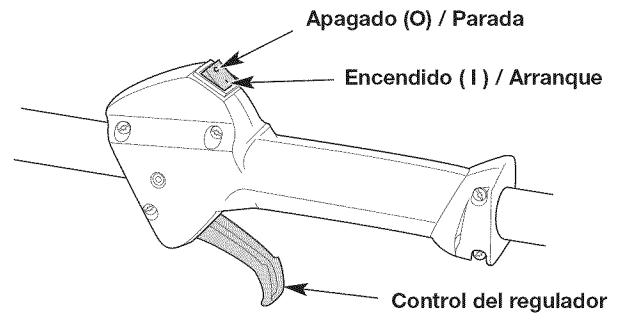

Fig. 9
NOTA: No hay necesidad de encender la unidad. El interruptor de Encendido/Apagado debe estar en la posición ENCENDIDO (I) en todo momento (Fig. 9).
5. **NO** apriete el control del regulador (Fig. 9). Tire de la cuerda con movimiento controlado y firme hasta que la unidad arranque (Fig. 11).
2. Oprima y no suelte el interruptor de control de Encendido y Apagado en la posición APAGADO (O) hasta que el motor se detenga por completo (Fig. 9).
6. **NO** apriete el control del regulador (Fig. 9). Eche a andar el accesorio Speed Start™ por intervalos no mayores de 2 segundos cada vez hasta que la unidad arranque.